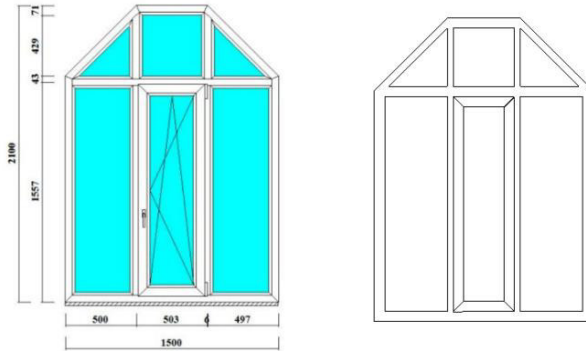

Рис. 15
1. Нарисуємо контур вікна на плані 1-ого поверху інструментом “Лінія” або “Полилинія” по заданим розмірам відповідно до ескізу (рис. 15).